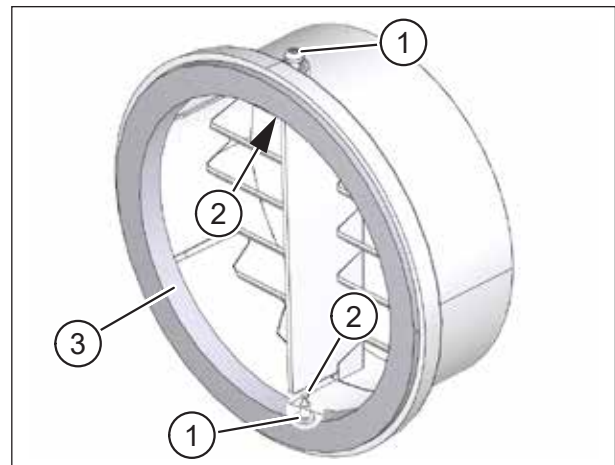

Abb. 21: Vaseline auftragen
- ▶ Drehen Sie jeweils die beiden Torx-Schrauben (Pos. 1 in Abb. 21) soweit aus den Fassadenabschlüssen heraus, dass die Schraubenspitzen in den Bohrungen (Pos. 2 in Abb. 21) verschwinden.
- ▶ Tragen Sie die mitgelieferte Vaseline auf die Innenseite des schwarzen Dichtrings (Pos. 3 in Abb. 21) beider Fassadenabschlüsse auf.